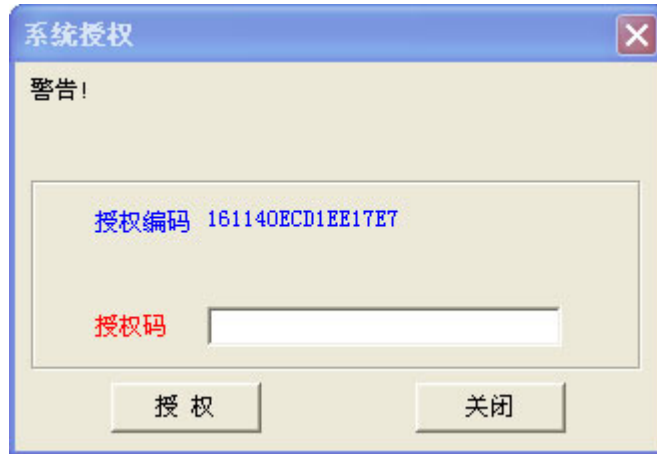

图 7.17 授权失效后的提示对话框
11. 当软件的使用次数或使用时间结束后(即授权失效)，运行calc.exe时将会弹出如图 7.17